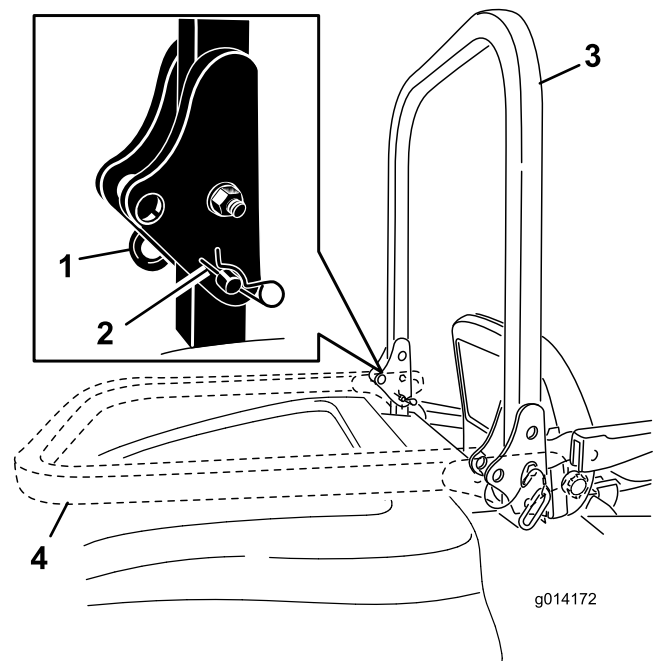

Рисунок 18
1. Чтобы опустить защитную дугу, извлеките игольчатые шплинты, нажмите на защитную дугу вперед, преодолевая усилие пружин, и извлеките 2 штифта (Рисунок 18).
2. Опустите защитную дугу в нижнее положение (Рисунок 18).
3. Вставьте 2 штифта и закрепите их игольчатыми шплинтами (Рисунок 18).
4. Чтобы поднять защитную дугу, извлеките шплинты и 2 штифта (Рисунок 18).
5. Поднимите защитную дугу в верхнее положение, вставьте 2 штифта и закрепите их игольчатыми шплинтами (Рисунок 18).